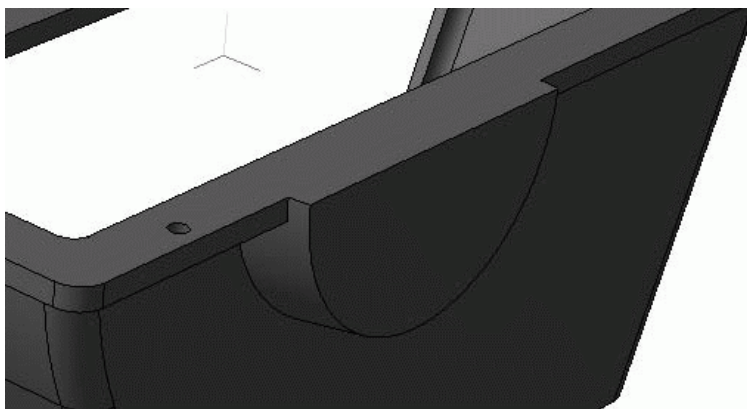

Рис. 3.79. Место крепления крышки подшипника
12. Нажмите кнопку Операция по сечениям на панели Редактирование детали. В качестве исходных объектов для данной команды укажите два только что созданных эскиза. В модели сформируется место под крышку подшипника ведомого вала (рис. 3.79) с небольшим уклоном, поскольку радиус полуокружности второго эскиза мы принимали немного большим.